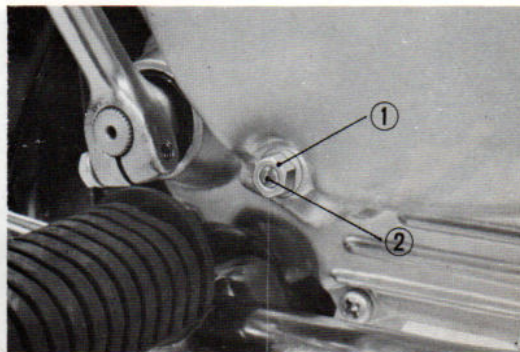

Fig. 9 Réglage de l'embrayage
- 1) Desserrer le contre écrou du tendeur et tourner le tendeur dans le sens des aiguilles d'une montre pour donner du jeu au câble. Puis desserrer le contre écrou de la vis de réglage du couvercle de carter droit. Tourner la vis de réglage dans le sens inverse des aiguilles d'une montre jusqu'à sentir un petit arrêt, puis revenir de 1/8 à 1/4 de tour et resserrer fermement le contre-écrou de blocage. (Fig. 9)